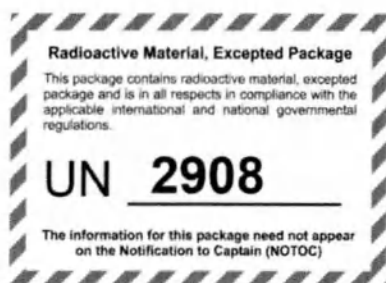

Рис. 9. Этикетка с маркировкой об изъятии упаковки
- **Этикетка «Excepted package» (Изъятая упаковка).** Наклейте эту этикетку с красной штриховкой и пометкой «UN2908» на боковую поверхность транспортировочного ведра (Рис. 9). На этой этикетке должен присутствовать текст «UN 2908». Эту этикетку можно получить в региональном отделении компании Nucletron или у её представителя.